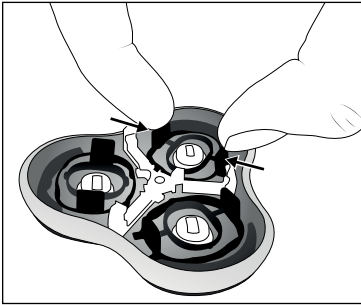

Fig. 3
- 2) Apăsați cele două cleme proeminente și detașați suporturile negre ale capetelor de tăiere din elementele de blocare (a se vedea fig. 3). Acum puteți îndepărta capetele de tăiere și cuțitele.